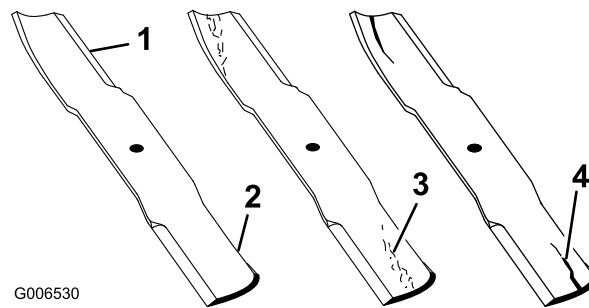

Figure 54
1. Examinez le tranchant des lames (Figure 54). Si les lames coupent mal ou présentent des indentations, déposez-les et aiguiser les (voir Aiguisage des lames).
2. Inspectez les lames, surtout la partie relevée (Figure 54). Remplacez immédiatement toute lame endommagée, usée ou qui présente une entaille (Figure 54).